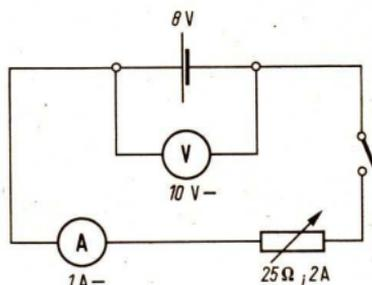

Bild 17 Schaltskizze
Entsprechend der Schaltskizze (Bild 17)
1. Bauen Sie die Schaltung nach Bild 17 auf, und lassen Sie diese vom Lehrer überprüfen! Stellen Sie am Drehwiderstand einen mittleren Wert ein! Überzeugen Sie sich durch kurzzeitiges Einschalten vom richtigen Funktionieren der Meßgeräte!